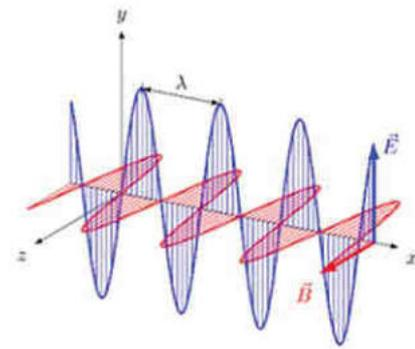

Abb. B1.2 | Elektromagnetisches Feld
Genau wie bei Radiowellen, Mikrowellen und Röntgenstrahlen handelt es sich bei UV-Licht und sichtbarem Licht um elektromagnetische Wellen. Diese bestehen aus einem oszillierenden elektrischen Feld (E) und einem Magnetfeld (B), das sich mit der konstanten Lichtgeschwindigkeit c im Raum ausbreitet. (Abb. B1.2). Die Schwingungsebenen der Transversalwellen von elektrischem Feld und Magnetfeld stehen senkrecht aufeinander.